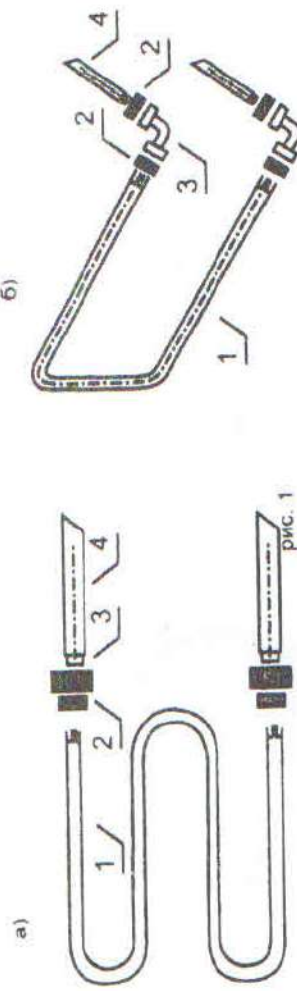

рис. 1
4.4. Монтаж полотенцесушителя производится согласно схеме. Для монтажа полотенцесушителя в систему горячего водоснабжения необходимо состыковать его концы с трубопроводом с помощью накидной прямой муфты (см. рис. 1 - а) или с помощью угловых соединений (см. рис. 1 - б), используя паронитовую или силиконовую прокладку ГОСТ 15180-86. В случае применения муфт с уплотнением по резьбе следует применять ленту ФУМ или льняное волокно с герметизирующей смазкой.